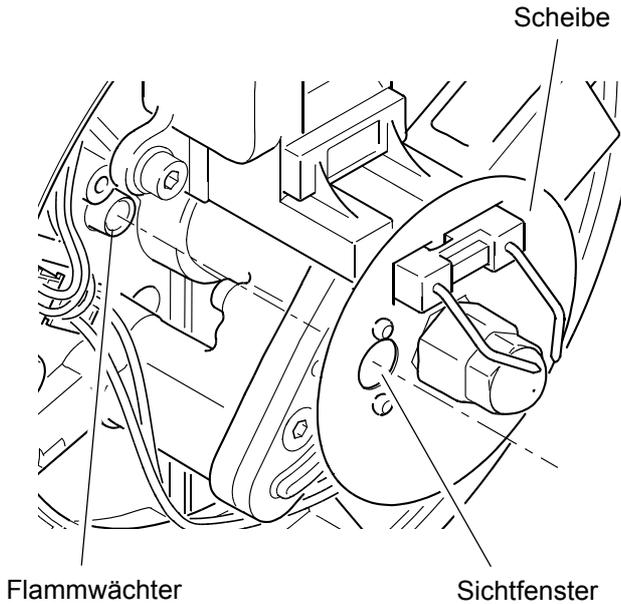

Abb. 507
**Der Glaskörper des Flammwächters und das Sichtfenster der Scheibe (siehe Abb. 507) sind bei Verschmutzung zu reinigen.**